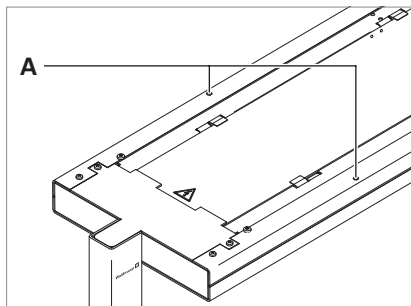

Fig. 22: Regolazione della testa dell'apparecchio d'illuminazione
- ▶ Per sollevare la testa dell'apparecchio d'illuminazione, ruotare la vite di regolazione **A** in senso antiorario, vedi Fig. 22.